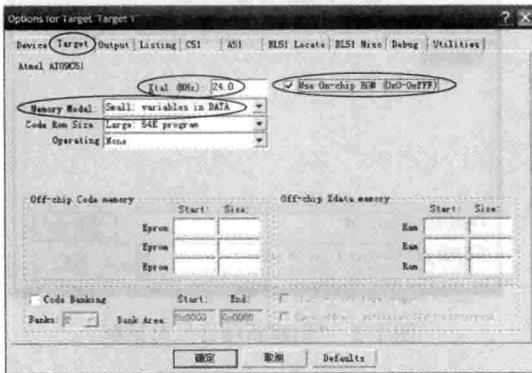

图 1-5 “Target 选项卡”对话框
用鼠标右键单击左侧项目工作区窗口 (Project Workspace) 中的 “Target 1”，弹出右键菜单，用鼠标左键单击 “Options for Target 'Target 1'”，弹出 “Target 选项卡” 设置对话框，如图 1-5 所示。对话框中有 10 个选项卡，大部分设置项都可以按默认值设置，其中有两项需要选择或修改一下。
1) 单片机工作频率。在 Target 选项卡 “Xtal (MHz)” 设置框内键入设置的晶振频率 (默认为 24.0 MHz)，如图 1-5 所示。